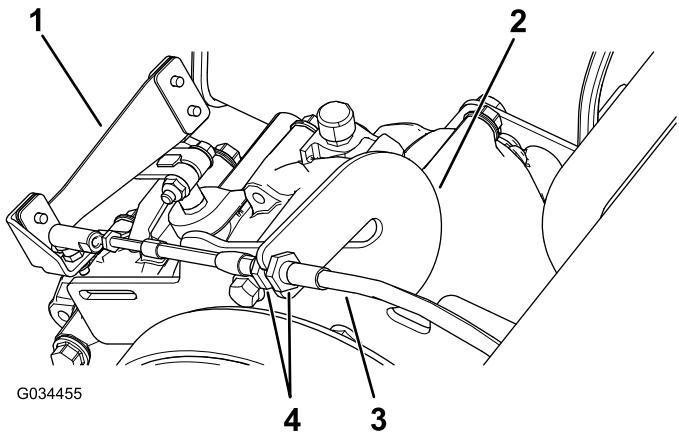

Figure 49
1. Desserrez les écrous de blocage sur le câble de sélection et ajustez-les selon les besoins (Figure 49).
2. Vérifiez la position de l'inverseur de marche en tournant le levier aux 3 positions différentes et vérifiez que le levier (Figure 49) passe aux différentes positions correctement ; voir Réglage de la position point mort de l'inverseur de marche (page 47).